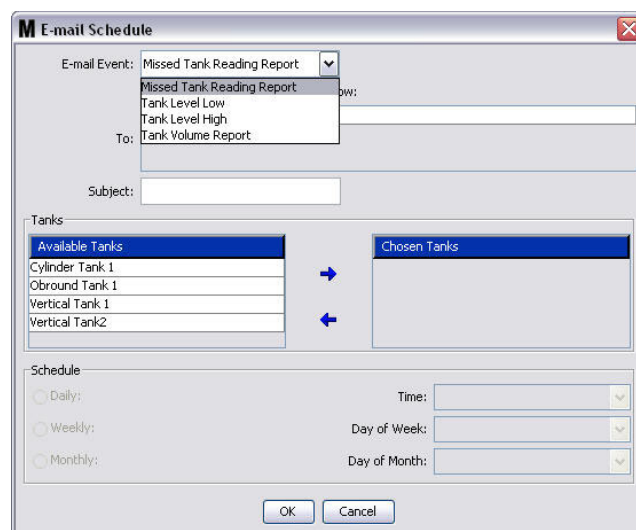

FIG. 141
1. Cliquez sur le bouton "New Schedule" (Nouvelle planification) pour afficher l'écran de configuration "E-mail Schedule" (Planification des courriers électroniques) illustré dans la FIG. 141.
2. L'écran "E-mail Schedule" (Planification des courriers électroniques) illustré dans la FIG. 141, page 106 s'affiche. Lorsque vous aurez terminé vos modifications, cliquez sur "OK" pour fermer l'écran et enregistrer les modifications.